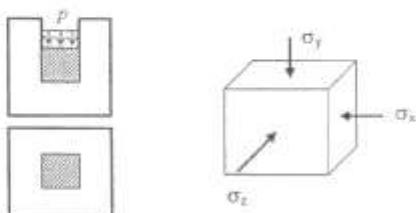

图 8
4. 图 8 所示，边长为 10 mm 的钢制立方体放入四周为刚性的立方孔中，立方体上表面受到均布压力  $p = 150 \text{ MPa}$ 。已知材料弹性模量为 200 GPa，泊松比为 0.3。则当立方孔宽度为 10 mm 时立方体中的最大主应力为（答案写在答卷纸上）。